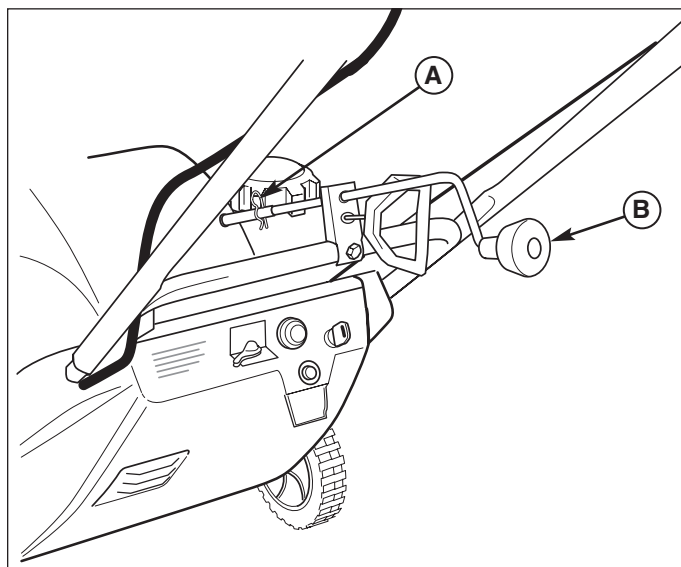

Abbildung 6. Einstellung der Auswurfschacht-Drehkurbel
B. Auswurfschacht-Drehkurbel – Die Drehkurbel (B, Abbildung 6 und 7) ermöglicht die Drehung des Auswurfschachts, um den Schnee in die gewünschte Richtung auszuwerfen. Der Auswurfwinkel ist beliebig einstellbar – von gerade nach links über gerade nach vorn bis gerade nach rechts.
Die Länge der Auswurfschacht-Drehkurbel ist einstellbar. Den Splint (A, Abbildung 6) entfernen, die Kurbelstange verlängern oder kürzen, und den Splint wieder einsetzen.